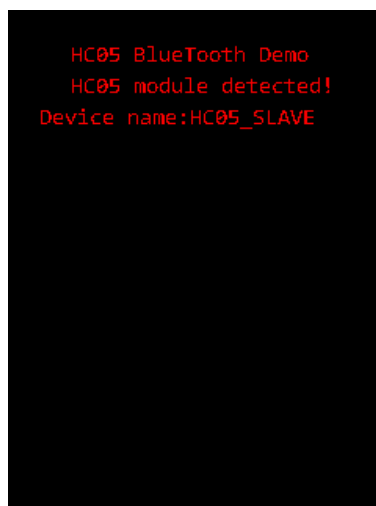

图 2-4 HC05 模块正常运行时的液晶显示
- ❑ 开发板的液晶屏会显示“HC05 BlueTooth demo, HC05 module detected! Device name :HC05_SLAVE”三行文字, 见图 2-4, , 长按开发板的 KEY2 按钮(注意不要按 KEY1), 会随机生成一个新名字;
- 开发板的液晶屏会显示“HC05 BlueTooth demo, HC05 module detected! Device name :HC05_SLAVE”三行文字，确认两个开发板的液晶都显示这样的状态。见图 2-4；